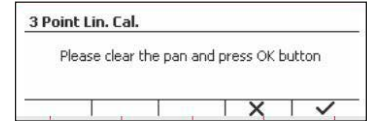

Figure 16
- Appuyez sur le bouton multifonction correspondant à l'icône ✓ pour débiter l'étalonnage de linéarité. (Voir Figure 16)